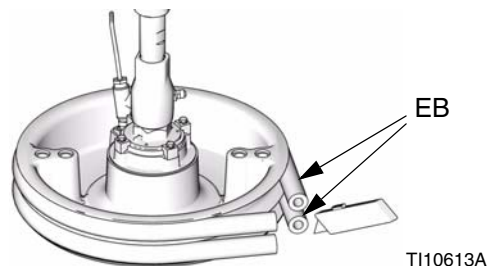

FIG. 17
1. Pour remplacer des racleurs usés ou endommagés (EB), relever le plateau pour le sortir du fût. Retirer le fût de son embase. Essuyer le fluide qui se trouve sur le plateau.
2. Couper les racleurs du haut et du bas à l'aide d'un couteau et les retirer du plateau. Voir FIG. 17.